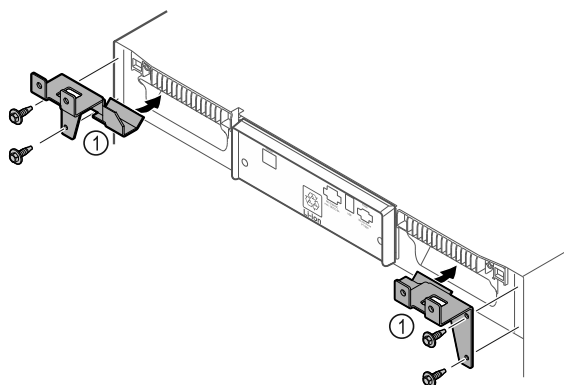

Fig. 10
- ▶ Holdedele Fig. 10 (1) monteres på apparatet med selvskærende skruer.